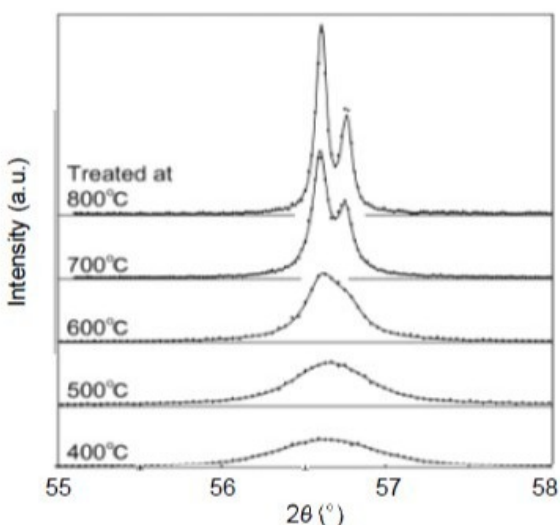
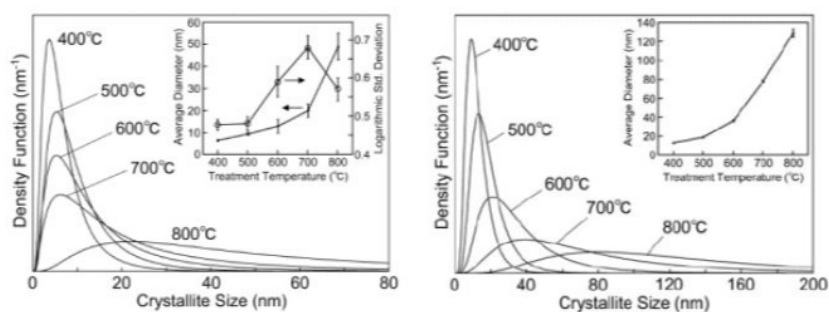

図1 酸化亜鉛ナノ結晶のX線回折プロファイル
図2 結晶子サイズ分布の解析結果 (左：結晶子数分布 右：結晶子体積分布)
400℃、500℃、600℃、700℃および800℃で1時間、酸素中で加熱処理した酸化亜鉛粉末のX線回折プロファイルを測定しました。結晶子サイズ分布を求めるため、他の回折線との重なりがなく、回折強度が高い110回折線を用いて解析を行いました。図1に、解析に使用した各温度の110回折線と、シミュレーションプロファイルの重ね書きを示します。処理温度を高くすることにより回折線幅が狭くなっていることから、結晶子サイズが大きくなっていることがわかりました。これらのピークを用いて解析した結晶子サイズ分布を図2に示します。図2の左図は結晶子数分布であり、右図は結晶子体積分布です。それぞれ結晶子の直径に対する数および体積の比率を表わしています。結晶子数分布および体積分布のいずれも、処理温度の高い試料ほど結晶子サイズが大きくなり、さらに分布が広くなる傾向が明らかになりました^{(1) (2)}。